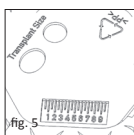

fig. 5
■ **fig. 1b/5** Șabloanele imprimate pe partea din spate a discului separator (fig. 1b) arată mărimea minimă a grefei pentru căptușirea timpanului (fig. 5).
■ **fig. 5** Scala milimetrică servește măsurătorilor de comparație generale, care pot fi de ajutor în timpul operațiilor pe urechea medie. În principiu partea din spate poate fi utilizată și ca loc de depozitare sau câmp de preparare pentru diverse proceduri, cum ar fi de ex. prepararea grefei sau depozitarea intermediară.